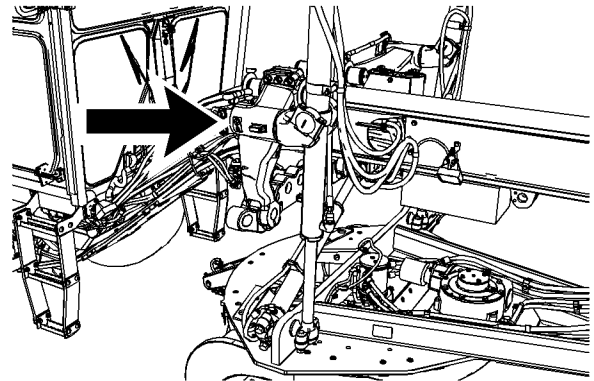

Ilustración 89
3. Enrolle dos cables de levantamiento alrededor del brazo de levantamiento de la máquina. Los brazos de levantamiento están ubicados cerca de los cilindros de levantamiento de la hoja. Hay un brazo en cada lado de la parte delantera de la máquina. Las áreas de levantamiento están identificadas con una etiqueta que muestra un gancho. Consulte la ilustración 89 .